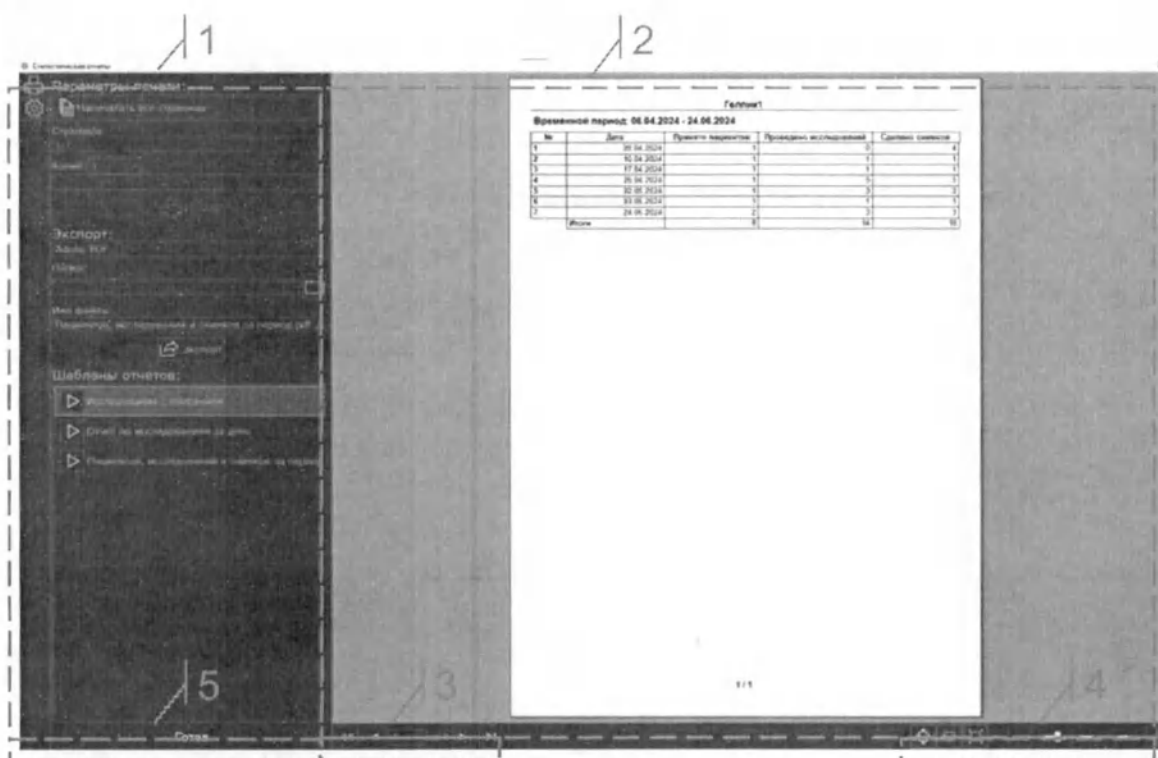

Рис. 138 Внешний вид окна "Статистические отчеты"
Печать и редактирование статистических отчетов является основным элементом работы программы, который запускается по умолчанию. Программа позволяет выполнять печать отчетов на принтер, сохранять в различных форматах на диске компьютера. Форма и содержание каждого отчета задается вручную во время настройки программы (см. сервисную документацию). В данном режиме пользователь работает с шаблонами статистических отчетов. Шаблоны создаются заранее и выбираются из списка. В окне предварительного просмотра отображается макет документа в зависимости от выбранного шаблона (Рис. 138 Внешний вид окна "Статистические
- Запустится модуль «Статистические отчеты» (Рис. 138 Внешний вид окна "Статистические отчеты");